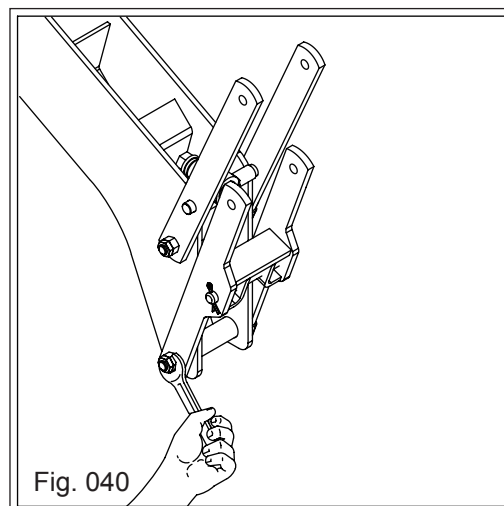

Fig. 040
a) Para a montagem das unidades semeadoras longas, primeiramente desaperte os parafusos que prende o braço do pantógrafo ("a" Fig. 040).